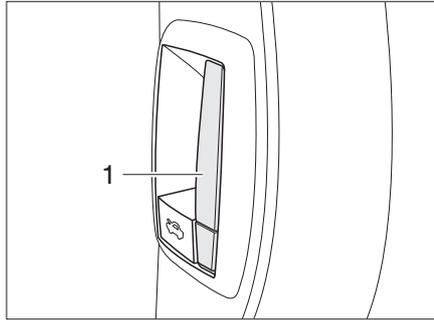

Bild 23 Entriegelungshebel Motorhaube innen
- Den Hebel (Bild 23,1) am Armaturenbrett an der linken Fahrzeugseite ziehen. Die Motorhaube öffnet sich bis zum Anschlag des Sicherungshakens.